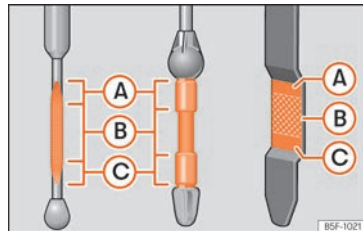

Abb. 287 Ölschabstift
»» **Abb. 287.** Füllen Sie gegebenenfalls Motoröl nach.
- Wenn der Ölstand mindestens den Bereich »» **Abb. 287 B** erreicht hat, vorsichtig den Deckel des Einfüllstutzens aufschrauben »» ⓘ.
Liegt der Ölstand über dem Bereich »» **Abb. 287 A**, starten Sie den Motor bitte nicht. Dies könnte zu einer Beschädigung des Motors und des Katalysators führen. Wenden Sie sich an einen Fachbetrieb.
Der Ölstand darf keinesfalls über dem Bereich »» **Abb. 287 A** stehen, andernfalls könnte Öl über die Entlüftung der Motorölwanne angesaugt werden und über die Abgasanlage in die Atmosphäre gelangen.